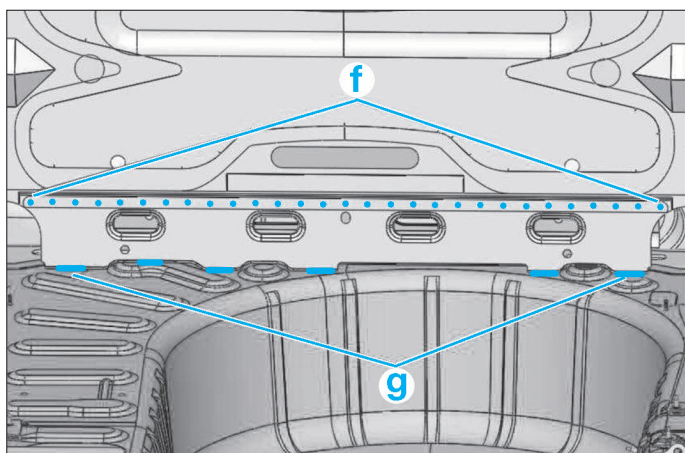

FIG. 107
- Fraiser les 29 cordons (f) (Fig.107).
- (f) par bouchonnage au Mig (Fig.107).
- (g) en cordons de 30 mm (cupro-brasage) (Fig.107).